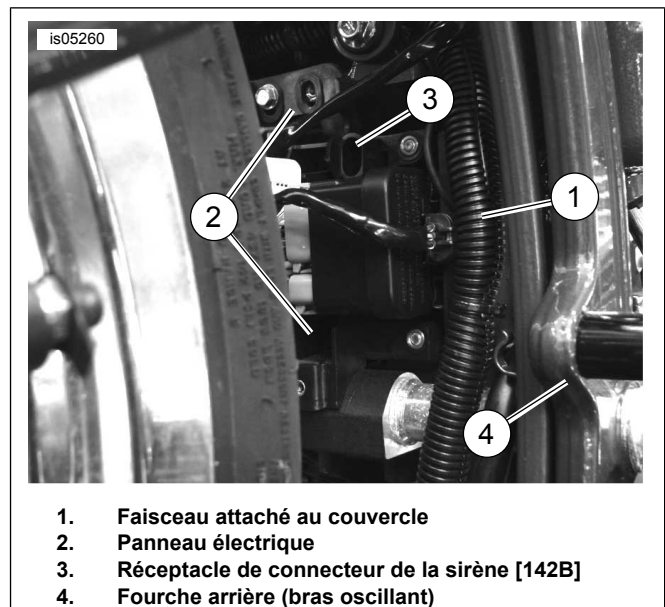
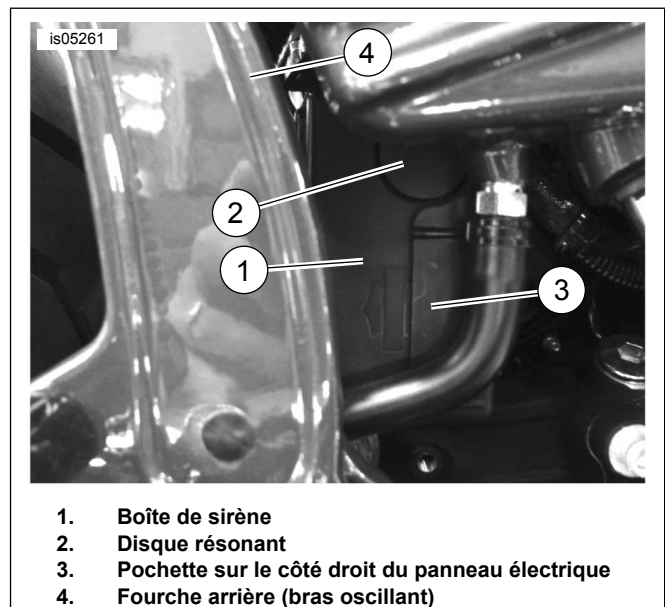

Figure 23. Panneau électrique (modèles FXCW/C)
Figure 24. Montage de la sirène (modèles FXCW/C)
2. Figure 23 Détacher le faisceau (1) fixé sur le côté droit du couvercle du compartiment électrique (protection anti-éclaboussures, déjà enlevée sur la photo) juste en avant de la roue arrière. Retirer les deux vis à tête creuse hexagonale avec les rondelles qui fixent le couvercle et retirer le couvercle du véhicule.
3. Retirer le connecteur de la sirène [142B] de la prise (3) près du dessus du panneau électrique (2).
5. Figure 24 Positionner le boîtier de la sirène (1) avec le connecteur de faisceau vers l'arrière et le disque de la sirène (2) tourné vers l'extérieur. Clipser soigneusement le boîtier de la sirène dans la poche (3) située sur le côté droit du panneau électrique.